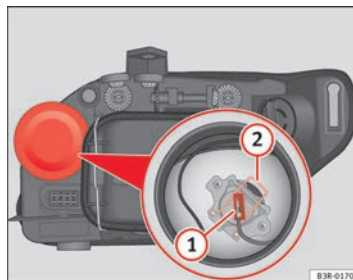

Fig. 197 Feux de route
- Retirez le connecteur ⇒ fig. 197 (1) de l'ampoule.
- Appuyez sur le ressort ⇒ fig. 197 (2) vers l'intérieur et vers la droite.